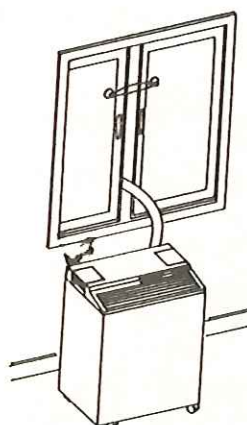

Fig. 10
- 5) A questo punto socchiudere la porta o la finestra (vedi Fig. 10 e 11) tino a far passare il solo tubo flessibile di collegamento. Per mantenere bloccata in posizione la porta o la finestra usare le apposite ventose.